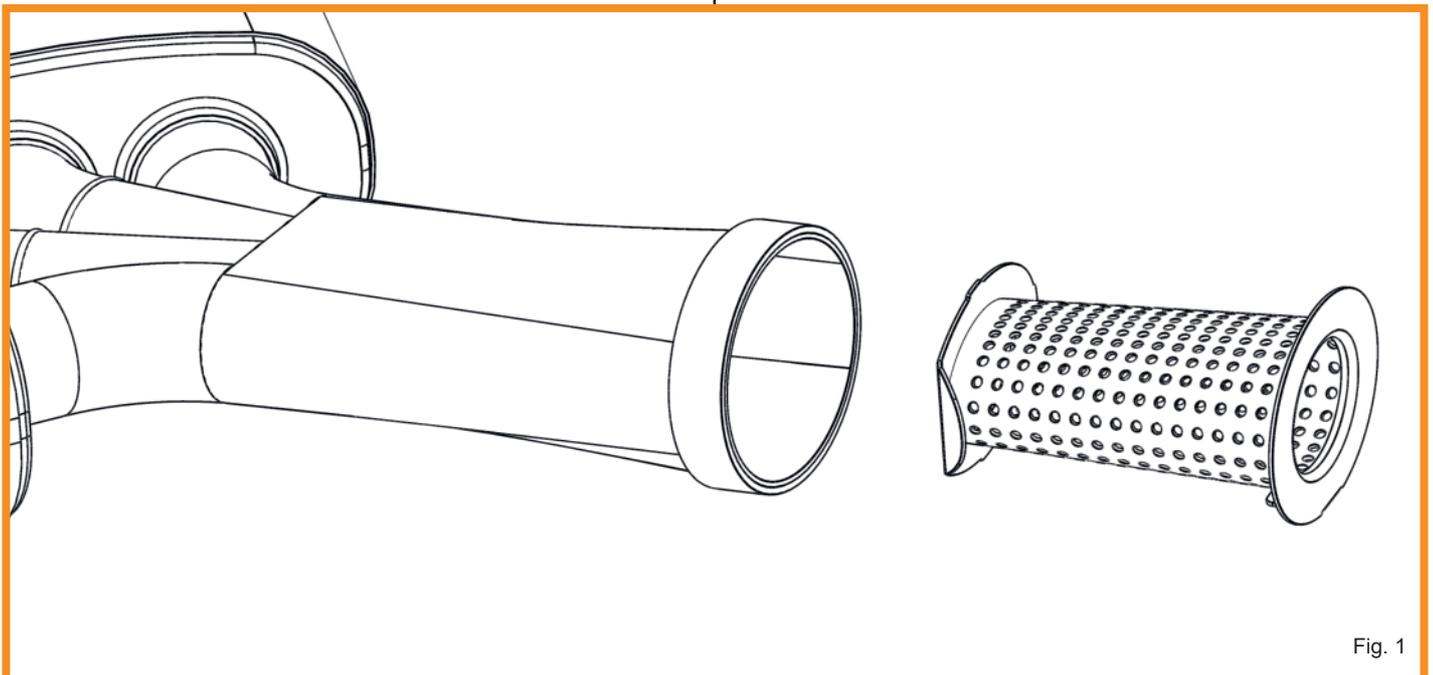

Fig. 1
- Determine the position of the fastening tap in the tailpipe by trial fitting the insert. Fig. 1 shows the correct orientation of the insert.
- Ermitteln Sie durch eine Probemontage des Lochblecheinsatzes die Position der Befestigungslasche im Endrohr. Fig. 1 zeigt die richtige Orientierung des Einsatzes.